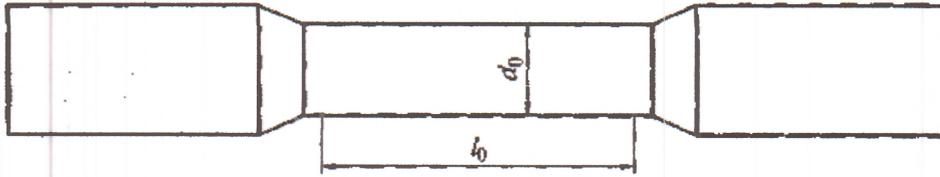

Рис. 1.6. Образец для испытаний:
9. **Определите:** относительное удлинение δ и марку конструкционной стали, если при испытании стандартного образца из этой стали (рис. 1.6) на разрыв его начальные размеры составляли: $d_0 = 30$ мм и $l_0 = 120$ мм. Длина образца после разрыва $l_k = 146$ мм. Предполагаемые марки стали: 15 ($\delta = 28\%$); 25 ($\delta = 22\%$); 55 ($\delta = 12\%$).